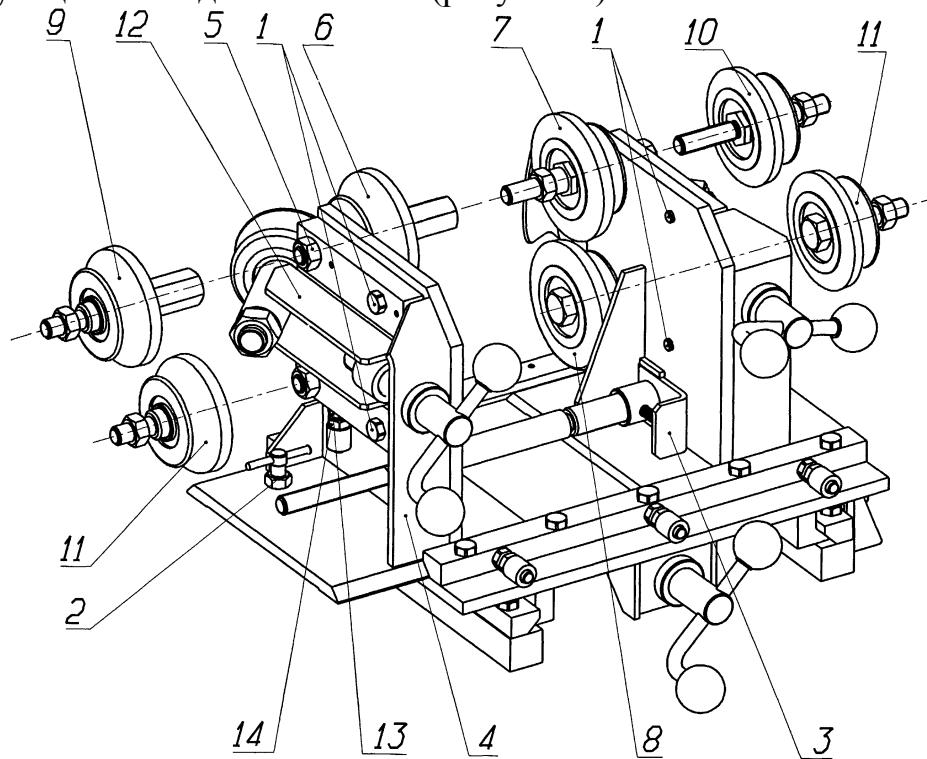

Рисунок 7 - Смена больших правильных роликов
7.8. Настройку стенда для правки колёс автомобилей «Ока» производить в следующей последовательности (рисунок 7):
**ВНИМАНИЕ!** Для правки колёс автомобилей «Ока» необходим комплект больших правильных роликов 9, 10 и 11 (рисунок 7), поставляемый по дополнительному заказу.